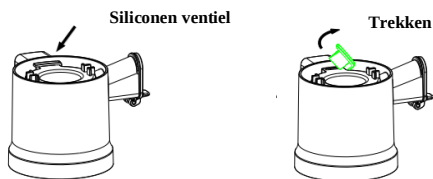

Fig 11
7. Als er resten achterblijven in de mond van de pulpuitleiding, trek dan het siliconenventiel eruit zoals getoond in (Fig 11) hieronder en maak het schoon onder stromend water.